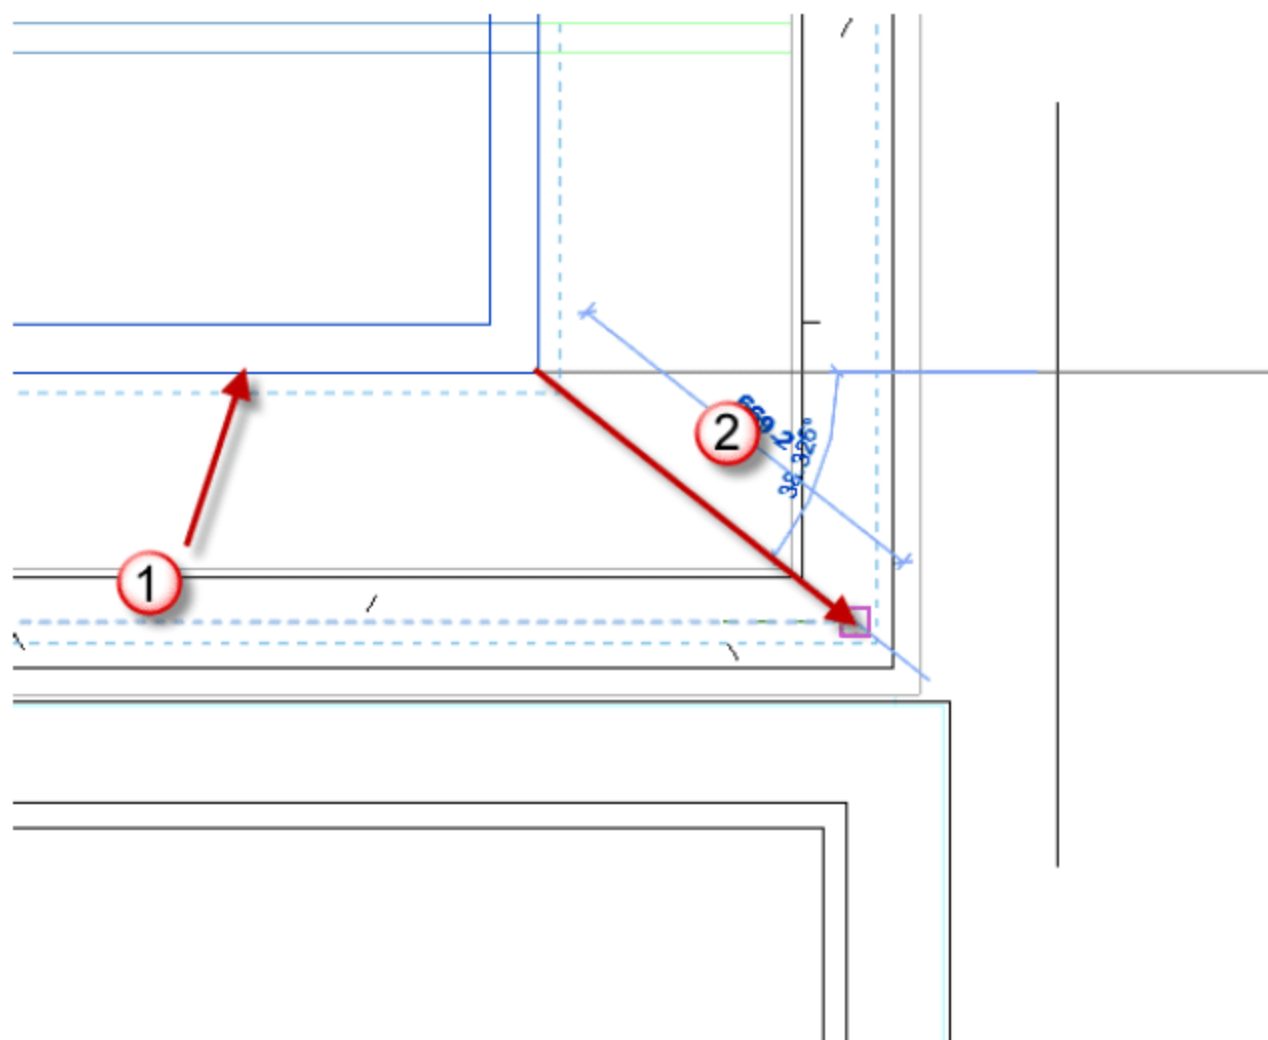

图 12.1.54 移动“天窗”族
(27) 移动“天窗”族。选择已经插入的“天窗”族，按快捷键 M+V，将天窗移动到准确的位置，如图 12.1.54 所示。